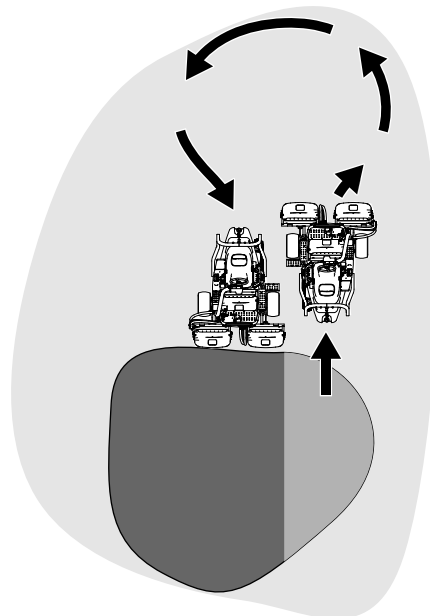

Figura 22
6. Para ganar tiempo y facilitar la alineación correcta para la pasada siguiente, gire la máquina momentáneamente en la dirección opuesta, y luego gire hacia la parte que todavía no está cortada. Este movimiento es un giro en forma de lágrima (Figura 22), que permite alinear la máquina rápidamente para la pasada siguiente.